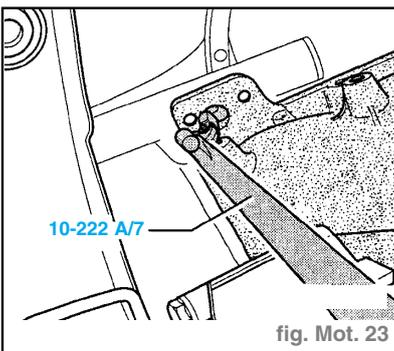

fig. Mot. 23
- Accrocher l'allonge **10-222 A/7** en bas à droite du bloc-cylindres (fig. Mot. 23).